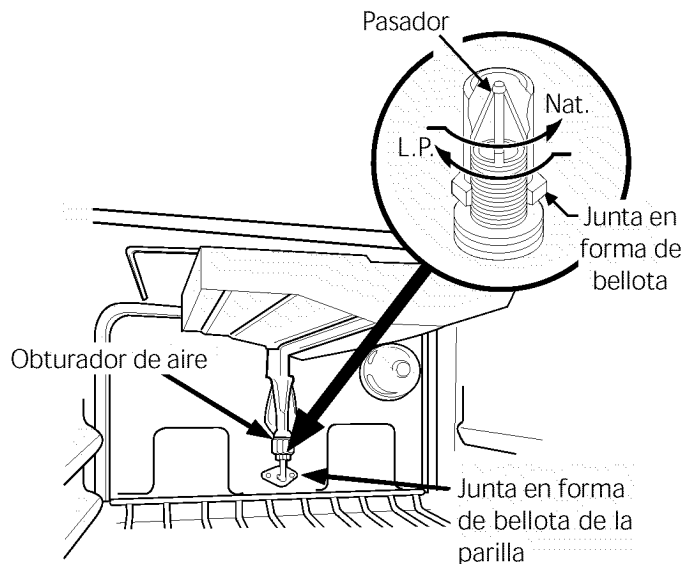

Figura 13
C. Ajuste del orificio del quemador del asador (Modelos autolimpiadores solamente) (vea figura 13)
Usando una llave de ½", giro hacia abajo la junta en forma de bellota ajustable que inyecta gas al quemador del horno. Gire esta junta en forma de bellota hasta que ajuste contra el pasador medidor de LP. Esto será aproximadamente 2 ½ vueltas. No lo apriete demasiado (vea figura 13).